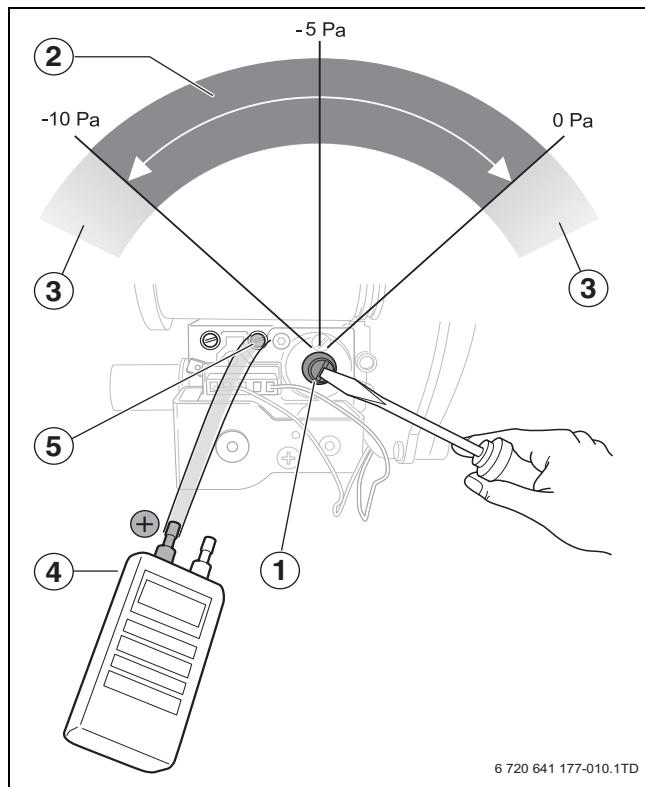

Fig. 56 Ajustar relação gás/ar
- ▶ Retirar as tampas de cobertura sobre o parafuso de regulação na relação gás/ar (→ fig. 56, [1]).
- ▶ Ajustar a relação gás/ar no parafuso de regulação (→ fig. 56, [1]).